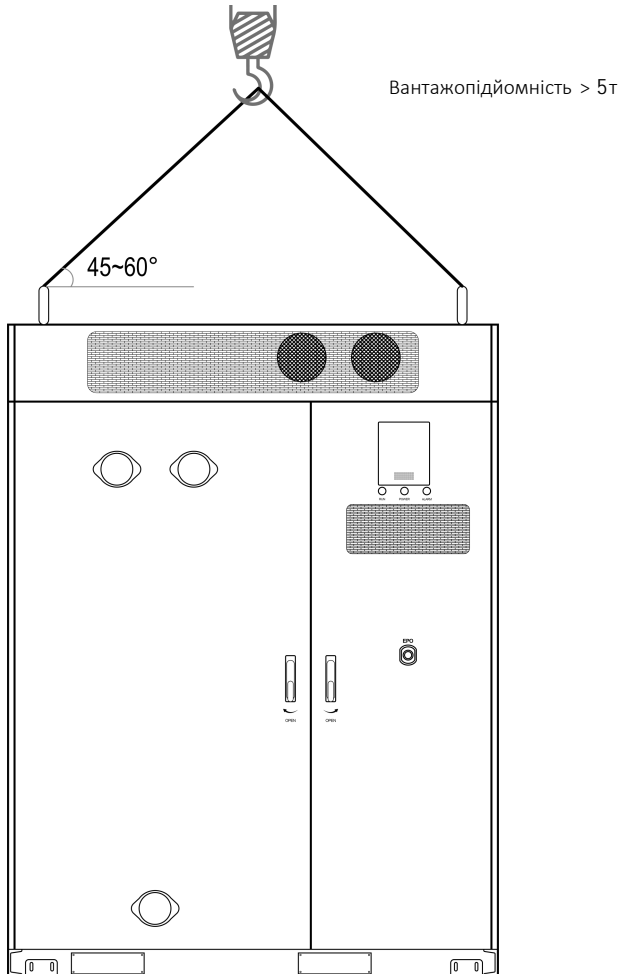

Рисунок 1
- Переконайтеся, що всі з'єднання строп є безпечними та надійними, а довжини строп, приєднаних до кутових фітингів – однакові. Див. рисунок.1.